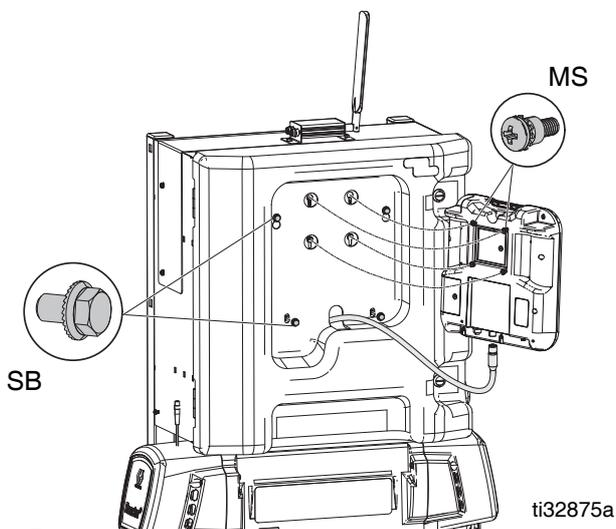

FIG. 3
9. Descendre prudemment le module d'affichage avancé (ADM) jusqu'à ce qu'il pende sur le câble CAN (F) du module de régulation de température (TCM).
Cela dégagera les quatre boulons (SB) du capot. Voir FIG. 3.
10. Déposer les quatre boulons (SB) de fixation du capot sur le châssis du Reactor. Les loquets de porte maintiennent le capot en plastique en place.
11. Glisser l'extrémité non attachée du câble CAN (D) du module pour appareils mobiles par le passe-câble dans la porte de l'armoire électrique.